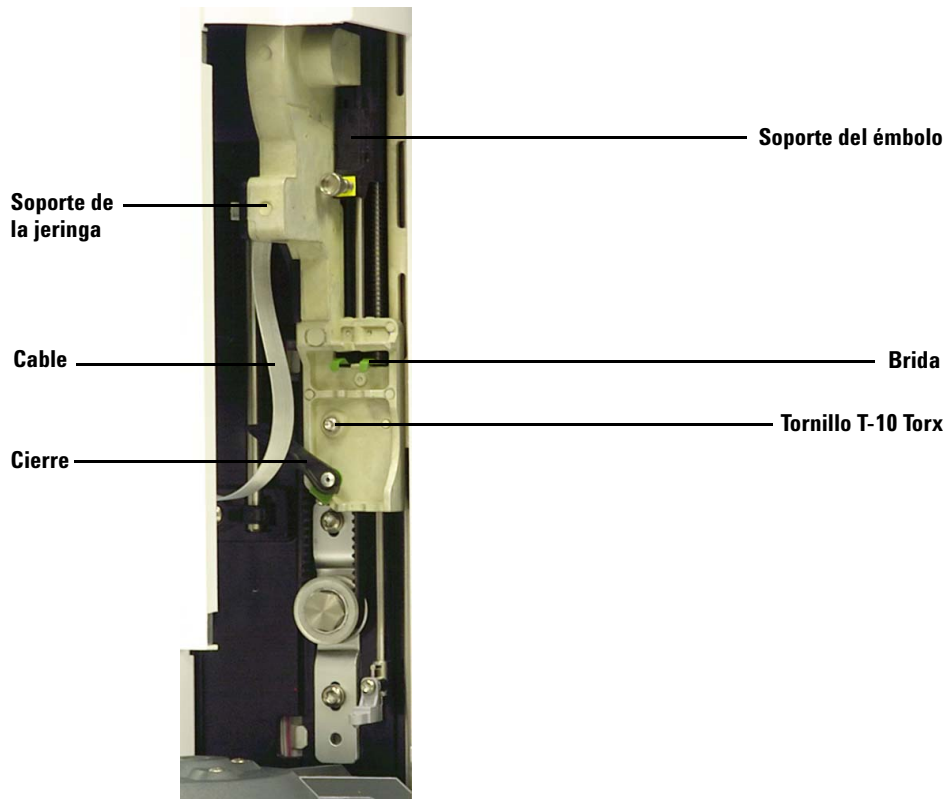

Figura 61 Extracción del conjunto del soporte de la jeringa
- 5 Deslice el conjunto del soporte de la jeringa por completo hasta que se pueda acceder a la brida y al cierre (Figura 61).